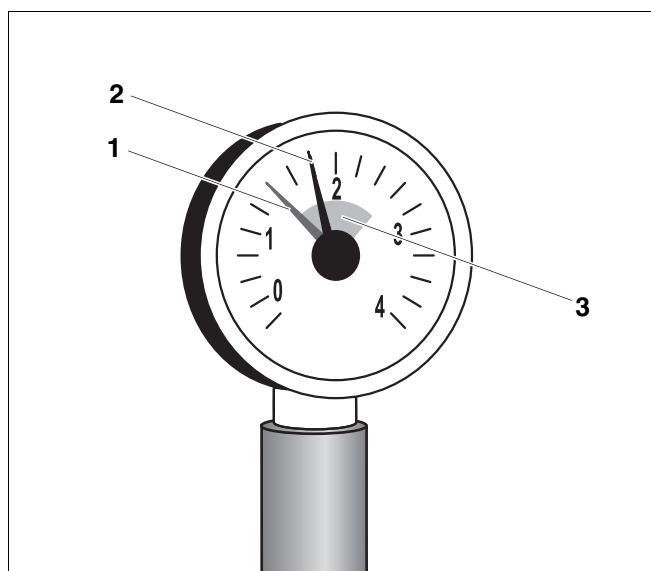

fig. 5 Manómetro para instalações fechadas
No caso de instalações fechadas, o ponteiro do manómetro (fig. 5, [2]) deve encontrar-se dentro da marcação verde (fig. 5, [3]). O ponteiro vermelho (fig. 5, [1]) do manómetro deve ser regulado para a pressão necessária à instalação.
- Se o ponteiro do manómetro (fig. 5, [2]) estiver abaixo da marcação verde (fig. 5, [3]), a pressão da água da instalação é demasiado reduzida. Reabastecer a instalação de aquecimento com água complementar (veja o capítulo 3 "Utilizar água de enchimento e complementar correctas", página 7).